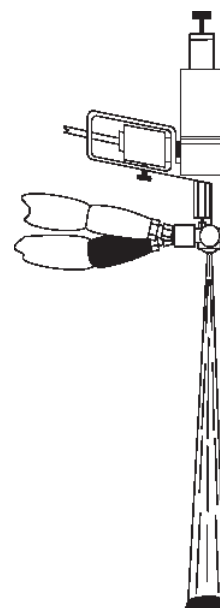

図. 11: バルブポイント
- c. 化学物質の噴霧が 図. 11 のように出現してきたら、バルブポイントに達しています。